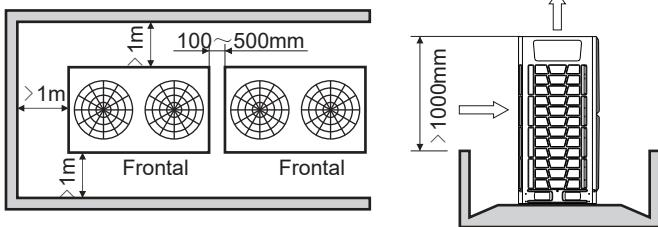

Fig. 3.11 1 fila
3) Cuando las unidades exteriores sean más altas que lo que las rodea y si se van a disponer en fila, véase la Fig.3.11.